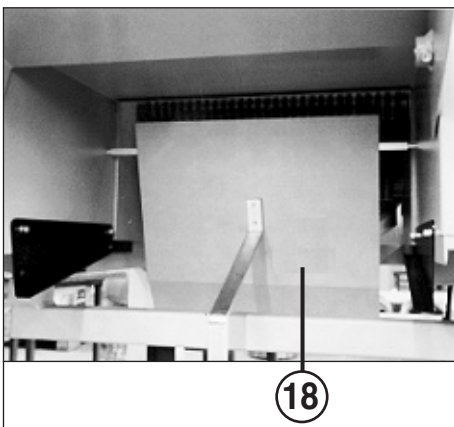

Fig. 3
- 18 = Válvula de comando "Recipiente cheio" (fig. 3)